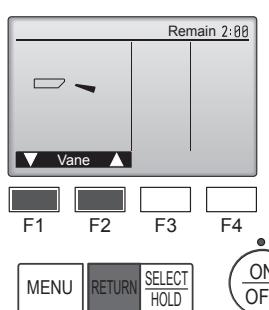

Fig. 7-4
- Pulse el botón [SELECT/HOLD] para visualizar la pantalla de funcionamiento lama, y luego pulse los botones [F1] y [F2] para comprobar el sistema automático de desviación del aire. (Fig. 7-4)